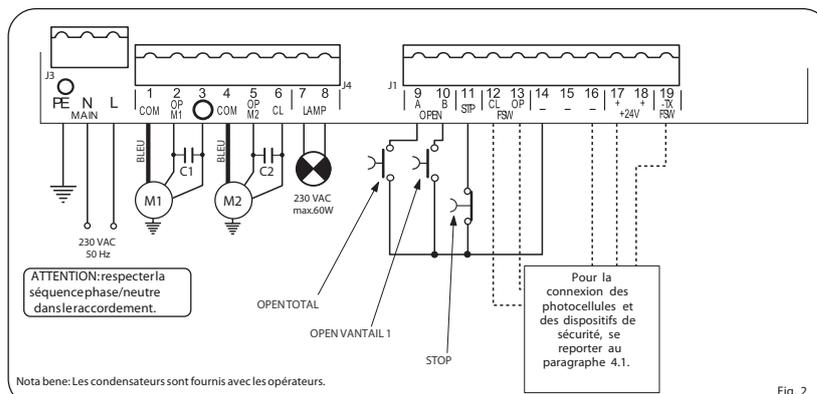

Fig. 2
- Connecter la terre à la borne spécifique prévue sur le connecteur J3 de la platine (voir fig.2).